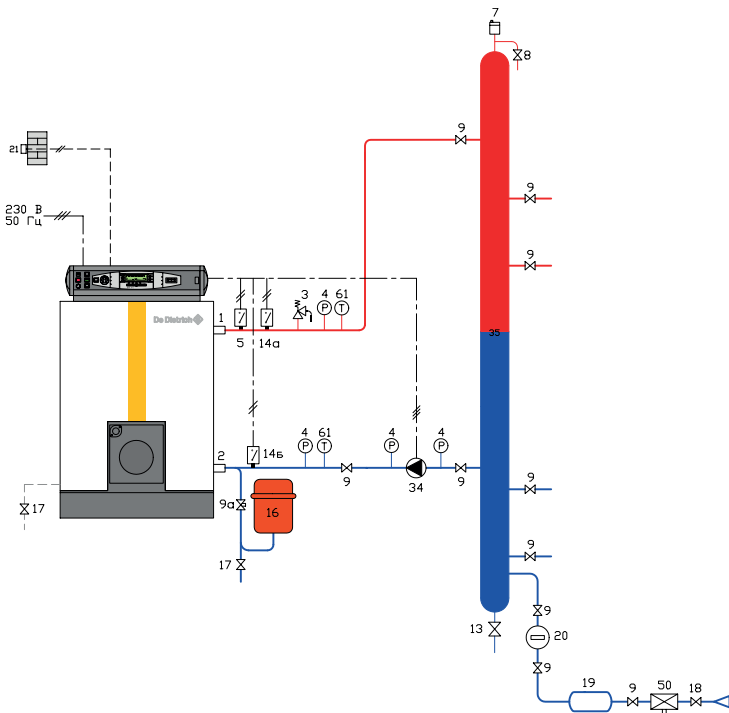

Рисунок 14. Подпитка отопительной установки в термогидравлический распределитель
2. Подпитка отопительной установки в термогидравлический распределитель (или гидравлический разделитель) (рисунок 14)